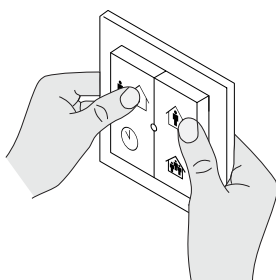
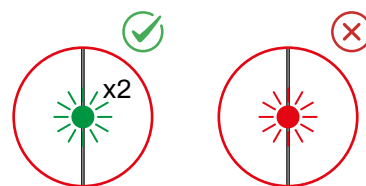

Abb. 7
Abb. 8
2. Halten Sie die beiden oberen oder die beiden unteren Tasten gedrückt (Abb. 7). Das Gerät versucht, eine Verbindung zum Wärmerückgewinner herzustellen. Bei erfolgreich abgeschlossener Zuordnung blinkt die grüne LED am Gerät zweimal auf (Abb. 8). Andernfalls leuchtet die LED rot und blinkt einmal (Abb. 8).